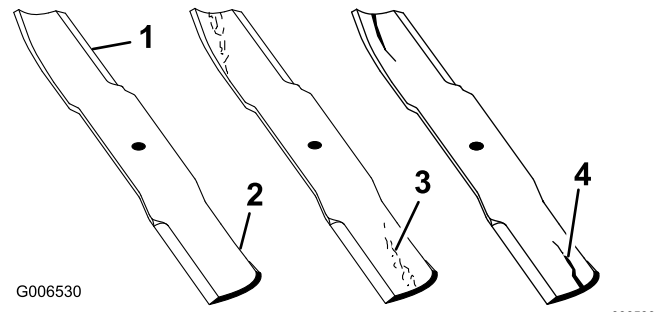

Figura 59
1. Inspectați marginile de tăiere (Figura 59).
4. Dacă observați orice crăpături, urme de uzură sau formarea unei fante în această zonă, instalați imediat o lamă nouă (Figura 59).